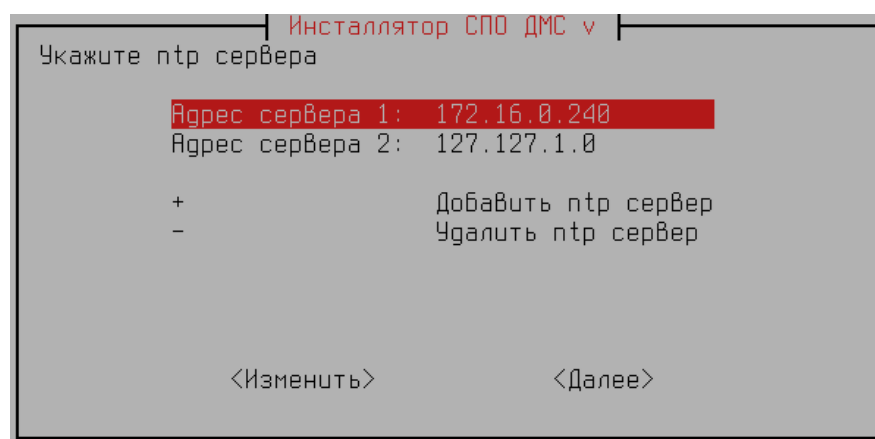
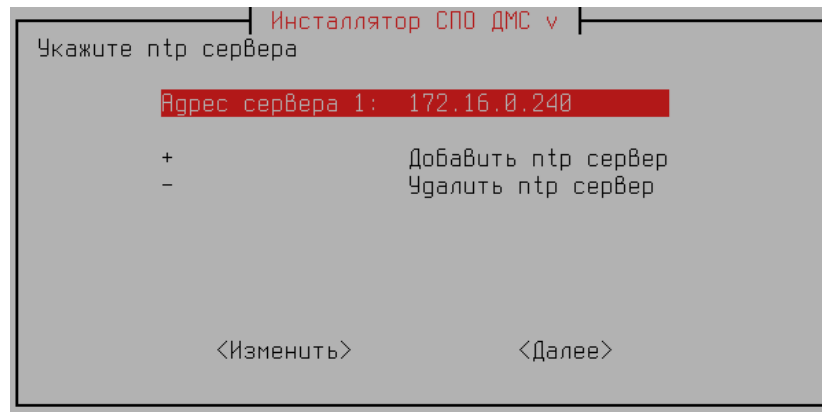

Рисунок 27 — Добавление сервера точного времени
Рисунок 28 — Удаление сервера точного времени
3) Если необходимо добавить сервер, нужно выбрать опцию «+ Добавить ntp сервер» (Рисунок 27), если сервер нужно удалить (удаляется последний в списке), то следует выбрать опцию «- Удалить ntp сервер» (Рисунок 28).